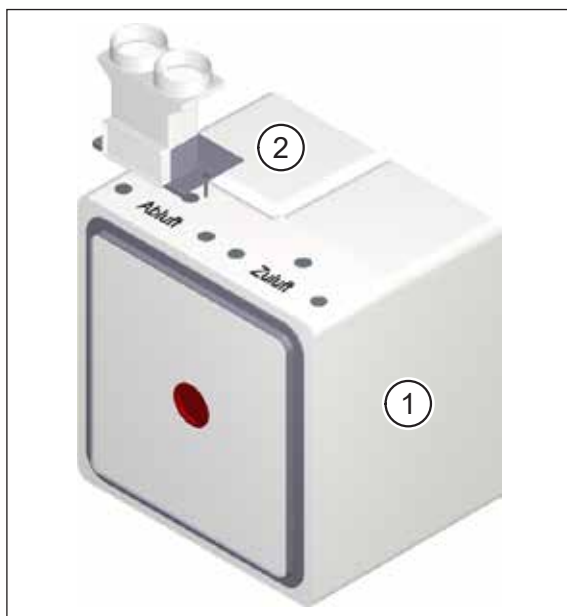
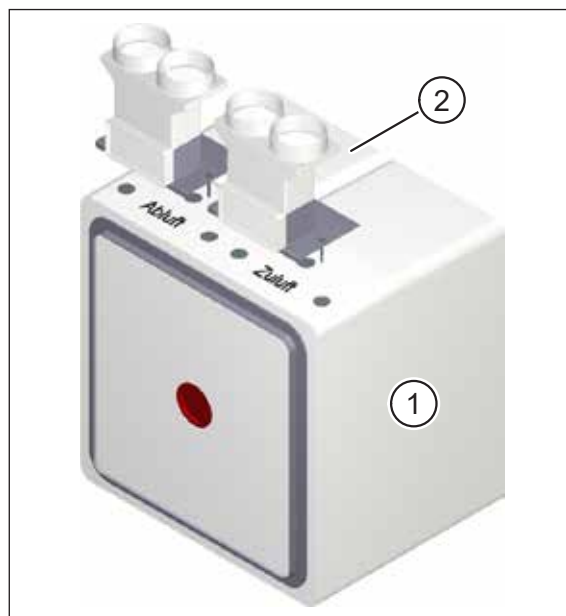

Abb. 1: Montageset M-WRG-M/MB-FR75/1 mit optionalem Füllstück M-WRG-M/Fü
Abb. 2: Montageset M-WRG-M/MB-FR75/2 mit optionalem Füllstück M-WRG-M/Fü
- M-WRG-M/MB-FR75/1 mit einem Flexrohranschluss 75 mm für Abluft oder Zuluft (siehe Abb. 1)
- M-WRG-M/MB-FR75/2 mit zwei Flexrohranschlüssen 75 mm für Abluft und Zuluft (siehe Abb. 2)
Falls im Neubau für das Montageset eine komplette Maueröffnung oder in der Nachrüstung ein kompletter Mauerdurchbruch geplant ist, bietet sich zum Füllen der Wand das optionale Füllstück M-WRG-M/Fü (Pos. 2 in Abb. 1 und Abb. 2) an.